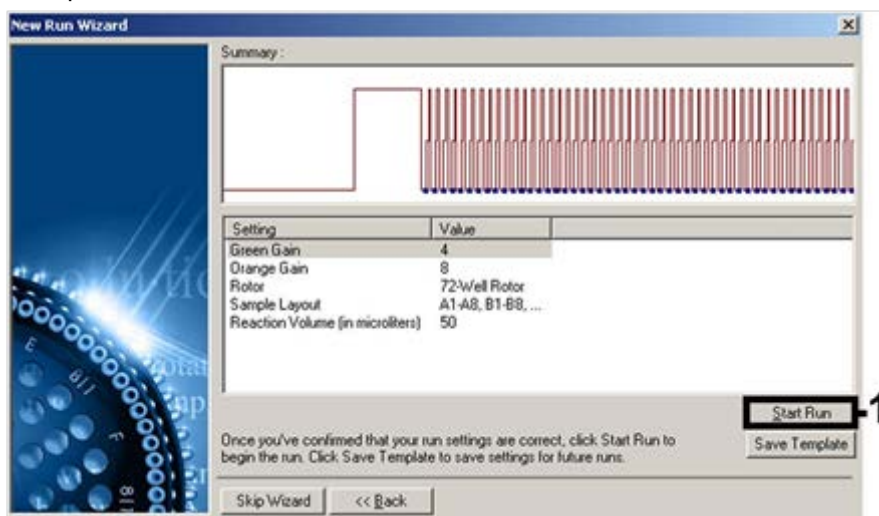

Figura 8. Avvio della seduta. Schermata relativa all'artus HI Virus-1 QS-RGQ Kit illustrata a titolo d'esempio.
7. I valori del guadagno determinati con la calibrazione dei canali sono salvati automaticamente e sono elencati nell'ultima finestra del menu della procedura di programmazione (Figura 8). Cliccare su "Start Run" (Avvio processo).